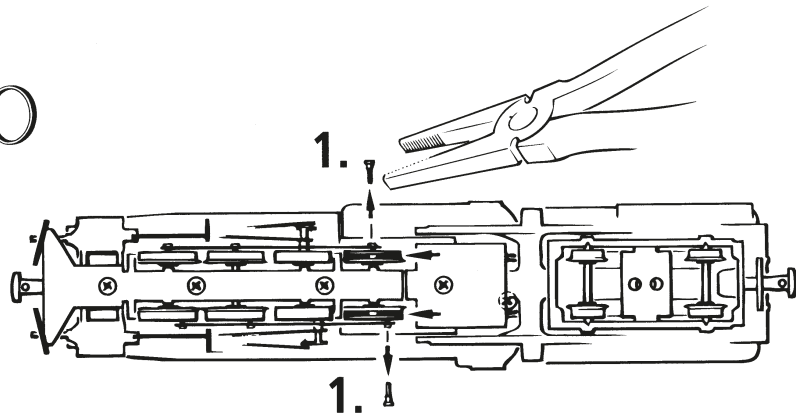

Fig. 6
4. Motorwechsel: Lokgehäuse abnehmen (Fig. 3). Danach wird der Motor bzw. die Kohlebürsten ausgewechselt (Fig. 6).
4. Motor Changing: First remove loco body (fig. 3), and then change the **carbon brushes** or the **motor** (fig. 6).
4. Remplacement du moteur: Démontez la caisse (voir fig. 3). Démontez ensuite le moteur et échangez le balais ou le moteur (fig. 6).